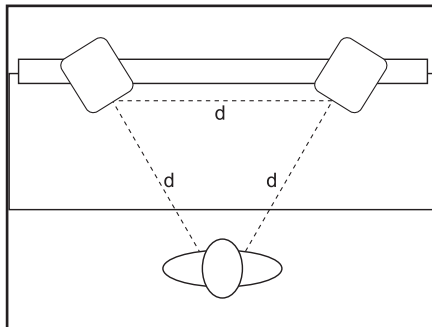

Figure 3
- *Configuration de champ proche* – Dans une situation de salle de régie, les moniteurs sont souvent placés sur l'indicateur de chevrottement ou dans une position d'écoute à champ proche. Le placement initial commence par la mesure d'un simple triangle équilatéral (les trois côtés ayant la même longueur) avec le sommet au centre de la position d'écoute comme un « calque » de l'installation stéréo. Dans cette configuration, les moniteurs gauche et droit sont chacun placés à un angle de  $60^\circ$ , équidistant de la position d'écoute. (Figure 3)